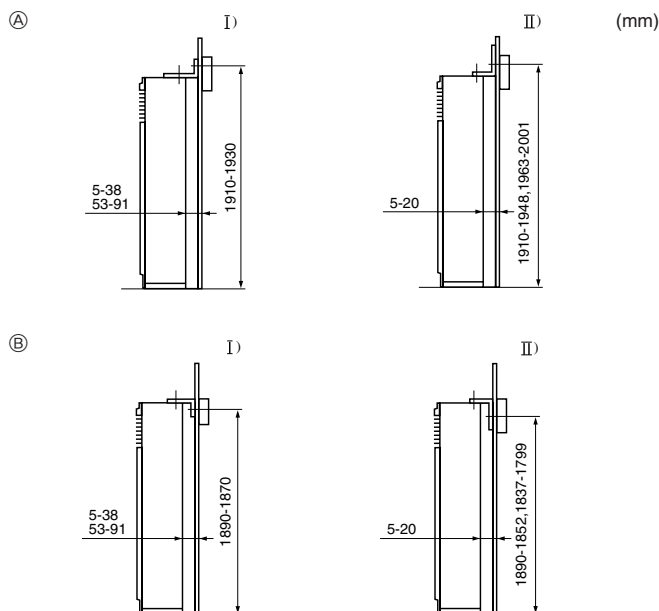

Fig. 3-3
① Vältskyddsfäste
Vältskyddsfästet ① sitter i ytan på enhetens överdel. Tag ur de självbörande skruvarna ② och sätt sedan tillbaka fästet som illustration visar. För rätt installationsavstånd, se Fig. 3-3.
3.3. Montering av vältskyddsfäste (Fig. 3-3)